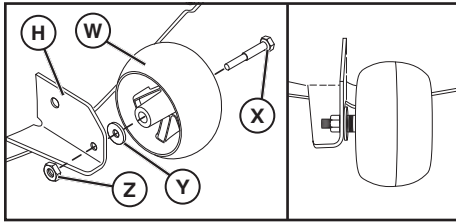

Fig. 5
2. ASSEMBLER LA ROUE DE JAUGE AVANT (W) À L'AVANT DE LA TONDEUSE (Voir la Fig. 5)